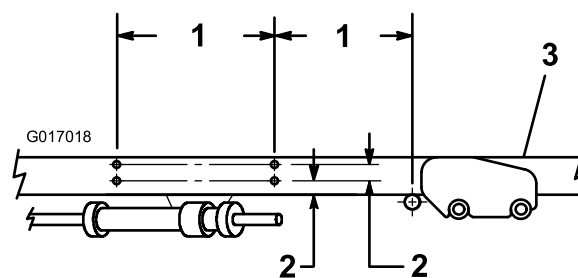

図 4
3. 図 4 に示された位置と寸法で、右側フレームチューブに、直径 7 mm の穴を 4 ヶ所あける。